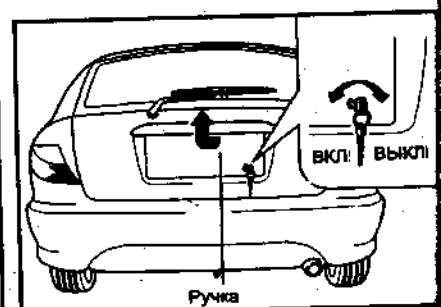

Рис. 42. Направления поднятия ручки для открытия двери багажника
• После разблокировки двери багажника она может быть открыта простым подъемом за ручку (рис. 42).